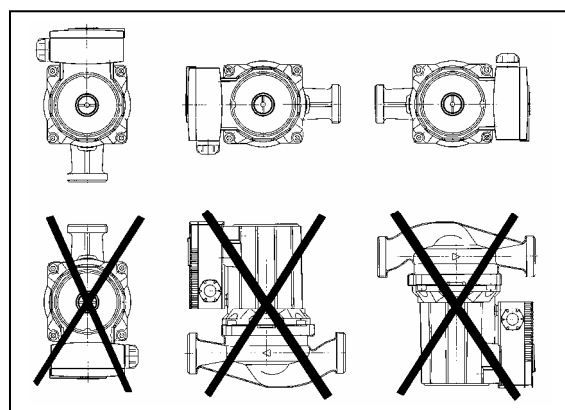

Рис. 2
- Насос должен монтироваться с горизонтальным расположением вала мотора (см. рис. 2).